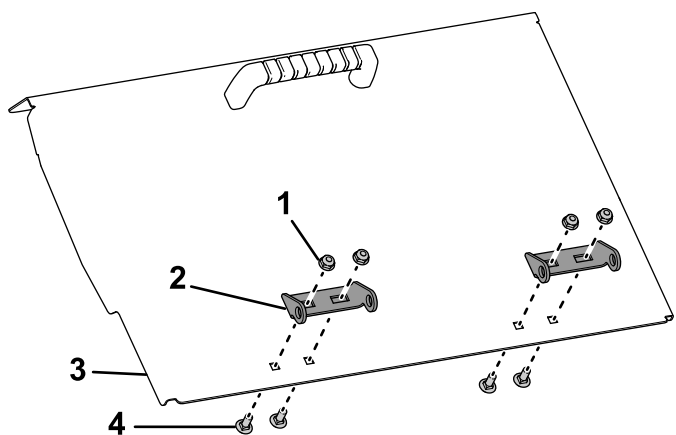

Рисунок 7
6. Установите не затягивая петлю на дверцу бункера с помощью входящих в комплект каретных болтов ($\frac{1}{4} \times \frac{5}{8}$ дюйма) и контргайк (Рисунок 7). Выровняйте петлю на дверце с петлей на машине после чего затяните крепежные детали.